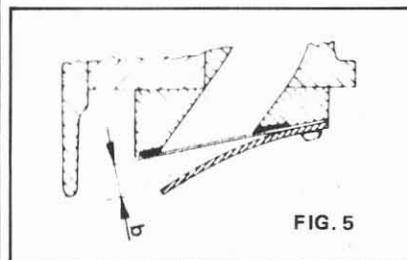

FIG. 5
2) L'ouverture des lamelles est limitée par leurs butées. Le constructeur précise l'écartement de ces butées, mesurable avec un régllet. Si cet écartement est trop important (clapet « bricolé »), les lamelles trop sollicitées risquent de casser (fig. 5). Et la puissance du moteur n'en est pas forcément améliorée !
C'est une clé qui permet de mesurer l'effort de serrage (couple de serrage). Elle est indispensable pour le serrage de pièces présentant des risques de déformation (culasse, carter-moteur) et pour s'assurer du parfait serrage de pièces en mouvements. Egalement elle évite les serrages excessifs risquant d'arracher les filets. Les clés les plus simples comportent un index se déplaçant devant un secteur gradué, et les plus élaborées possèdent un vernier de réglage (fig. 5 bis) déclenchent un signal lorsque le couple désiré est atteint, et se réarment automatiquement.
FIG. 5 bis
Le contrôle de la compression donne une valeur certaine de l'usure du moteur. Pour cela, le moteur étant à sa température de fonctionnement, retirer les bougies, les rebrancher sur leurs antiparasites et mettre leurs culots à la masse, puis visser (ou appliquer) l'embout d'un compresseur successivement dans les trous de bougies de la culasse (fig. 5 ter).
FIG. 5 ter
Une culasse se serre, ou se desserre, moteur froid, pour éviter toute déformation. Au serrage d'une culasse, toujours respecter l'ordre de serrage prescrit par le constructeur, et qui part des fixations centrales pour atteindre progressivement les fixations extérieures (fig. 5 bis).